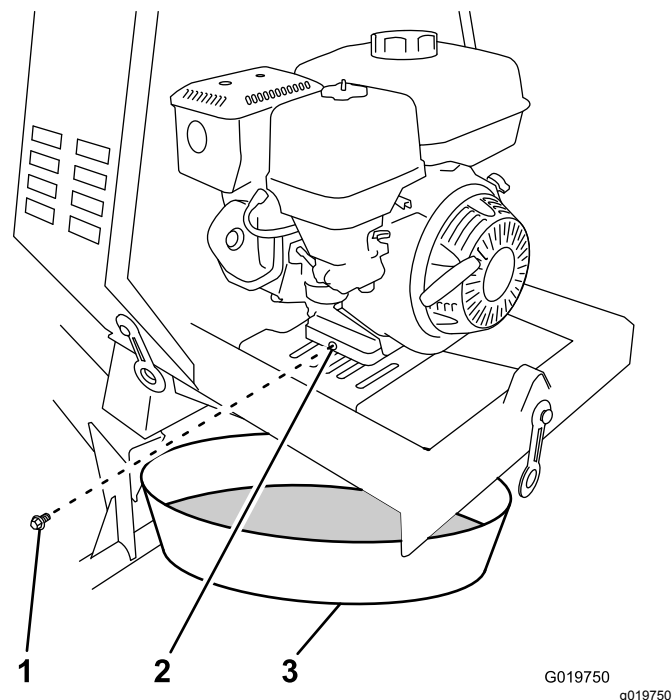

Figure 40
3. Placez un bac de vidange sous l'orifice de vidange d'huile du moteur (Figure 40).
4. Retirez le bouchon de vidange et laissez l'huile s'écouler dans le bac de vidange (Figure 40).
5. Lorsque la vidange d'huile est terminée, remettez le bouchon de vidange en place avec une rondelle neuve (Figure 40).